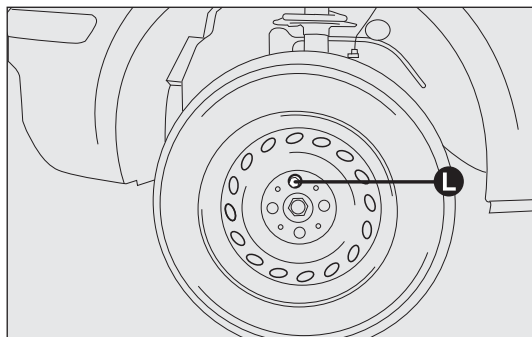

fig. 148
- ☐ pour les versions équipées d'enjoliveur, déposer le carter de la roue après avoir dévissé les 3 boulons le fixant et enfin dévisser le quatrième boulon L-fig. 148 et extraire la roue ;